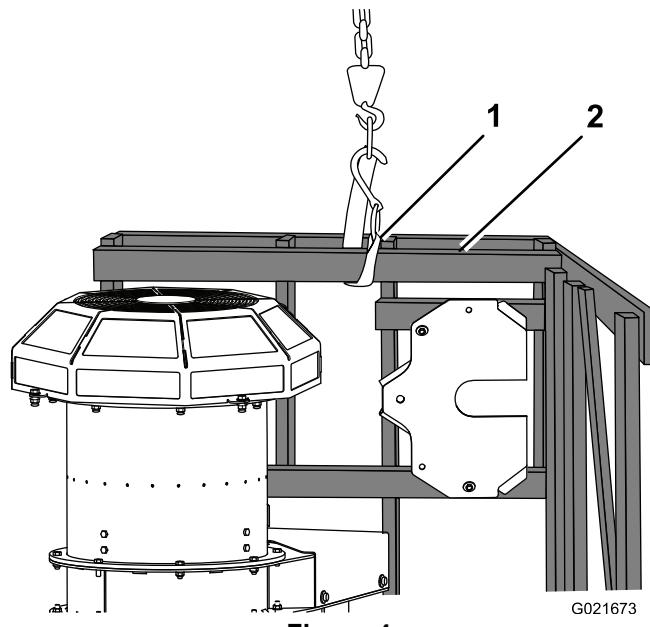

Figura 4
4. Sujete una correa a la tabla de 2 x 4 pulgadas del extremo superior y eleve el palet hasta que la caja y el soplador estén en posición vertical (Figura 4).